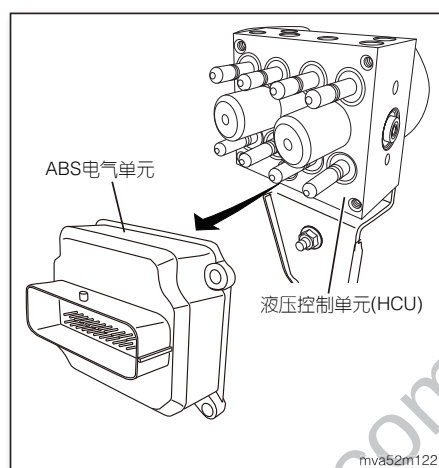

图10
10. 将ABS电气单元与液压控制单元(HCU)分离(如图10)。